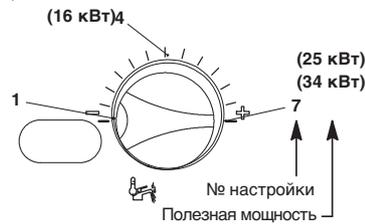

Рис. 9
- 4 Чтобы изменить настройку, поверните регулятор температуры горячего водоснабжения и установите его в положение **выбранной мощности** (Рис. 9) (на рисунке, например, ручка установлена на **25 кВт** или **34 кВт**).